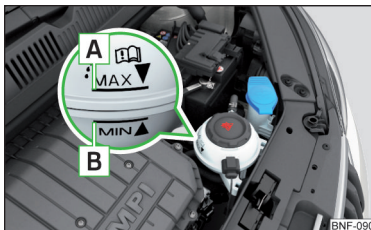

Abb. 142
gen **A** und **B** liegen » Abb. 142. Liegt der Kühlmittelstand unterhalb der Mar-
Die **Spezifikation** des Kühlmittels ist auf dem Kühlmittelausgleichsbehälter aufgeführt » **Abb. 142**.
- Das Kühlmittel nicht über die Markierung **A** auffüllen » **Abb. 142**. Das Kühlmittel könnte bei Erwärmung aus dem Kühlsystem gedrückt werden - es besteht die Gefahr einer Beschädigung der Motorraumteile.